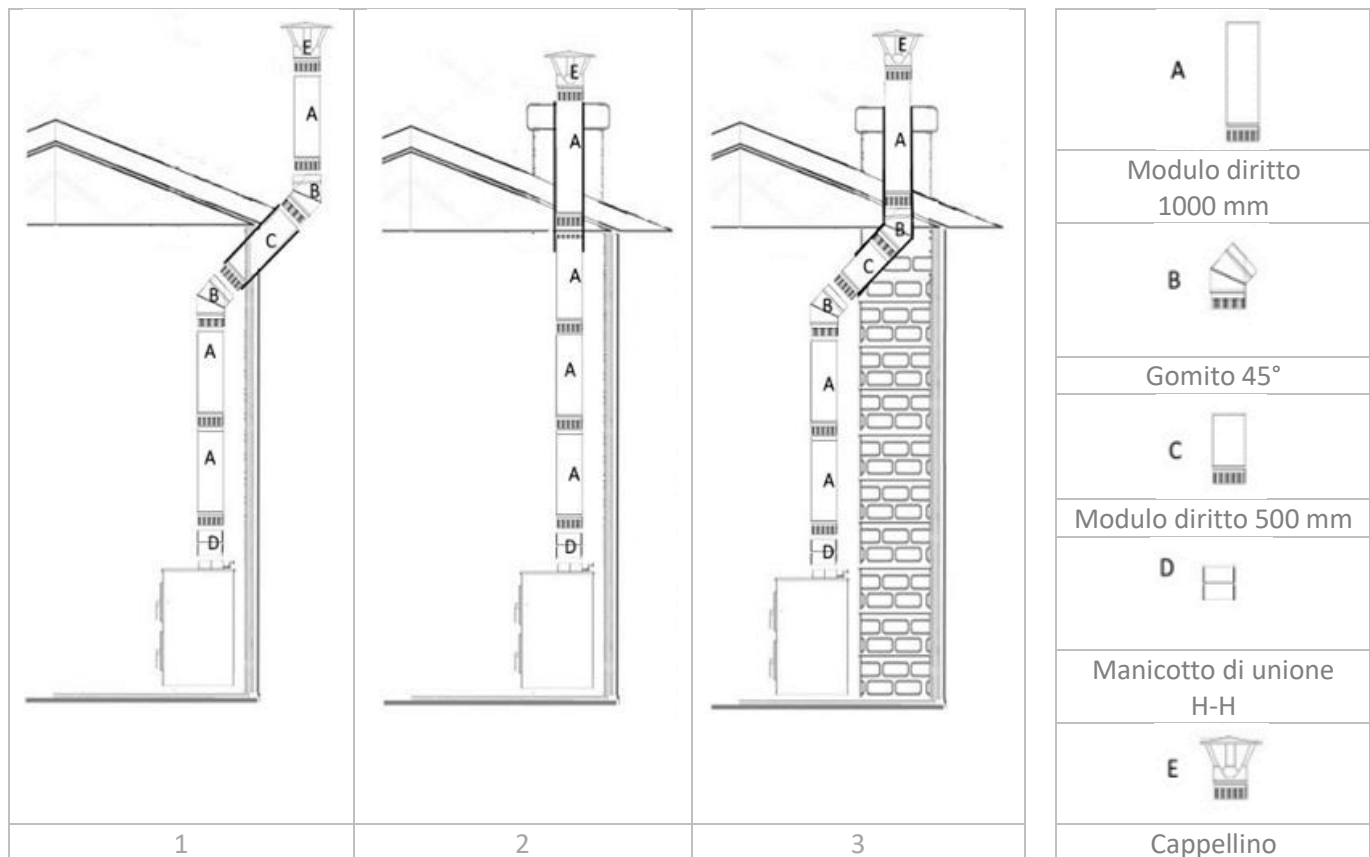

Figura 2
3. **SEZIONE VERTICALE (A).** La lunghezza totale del tubo verticale necessario per raggiungere il tetto in caso di tiraggio naturale (depressione dei fumi) può variare da un'installazione all'altra, a seconda di diversi fattori, ma generalmente varia da circa 4 m a 6 m. Tuttavia, le prestazioni ottimali sono garantite con una depressione minima di circa ± 15 Pa (pascal).
4. **CURVE (B).** Se sono necessarie curve (vedere disegni 1 e 2 nella Figura 2), i condotti saranno collegati tramite gomiti. Questi possono avere un'inclinazione massima di 45° e non devono essere ristretti. È inoltre necessario considerare quanto segue:
5. **SEZIONE ORIZZONTALE (C).** Il condotto di collegamento o il tratto orizzontale del camino devono essere progettati con la lunghezza minima possibile, evitando il più possibile cambi di direzione e di sezione. A tal fine, è necessario tenere conto di quanto segue:
6. **MANICOTTO DI RACCORDO (D).** Per il corretto collegamento del condotto verticale con il collare di uscita fumi m (maschio) della cucina, è necessario un raccordo h/h (femmina/femmina) in modo che l'estremità m (maschio del condotto verticale) sia rivolta verso il basso.